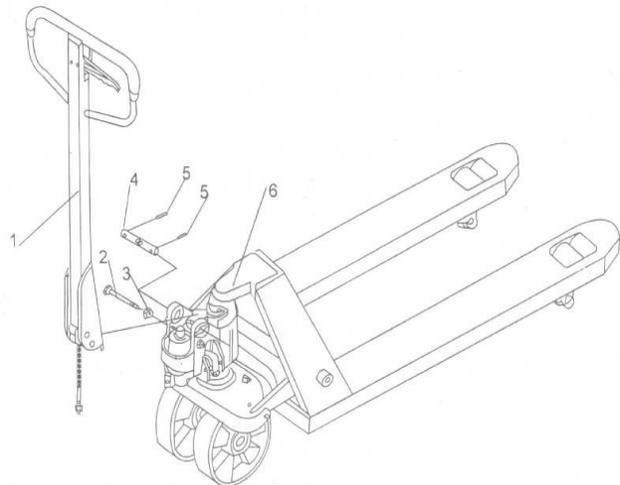

Abb. 5: Montage der Lenkdeichsel (symbolisch)
- Die Lenkdeichsel herunterdrücken, den Bolzen (2, Abb. 5) entfernen.
- Den Steuerhebel des Griffs in die Stellung ‚Schnellgang‘ (Heben) bringen, dann die Hebelplatte mit dem Bolzen (2, Abb. 5) anheben und die Einstellschraube in den vorderen Schlitz der Hebelplatte einsetzen. Hinweis: Die Einstellmutter unter der Hebelplatte halten.
- e) Den 2. Passstift (5, Abb. 5) mit Hilfe eines Hammers in das 2. Loch der Achse einsetzen. Die Zugstange ist jetzt an der Pumpe montiert.